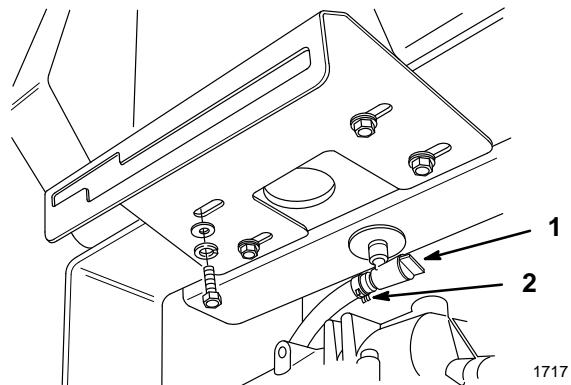

Abbildung 28
2. Kraftstoff-Absperrhahn am Kraftstofftank schließen (Abb. 28).
3. Die Enden der Schlauchklemme zusammendrücken und auf der Kraftstoffleitung weg vom Absperrhahn hochschieben (Abb. 28).
4. Kraftstoffleitung vom Absperrhahn abziehen (Abb. 28). Absperrhahn öffnen und Benzin in einen Benzinkanister oder ein Auffanggefäß laufen lassen.
6. Kraftstoff-Absperrhahn am Tank öffnen (Abb. 28).